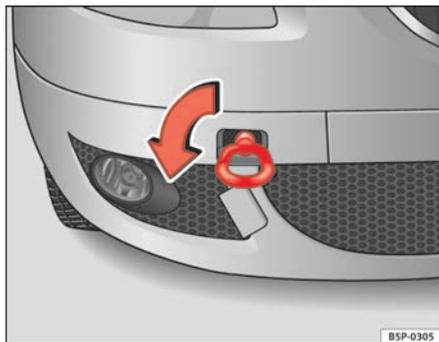
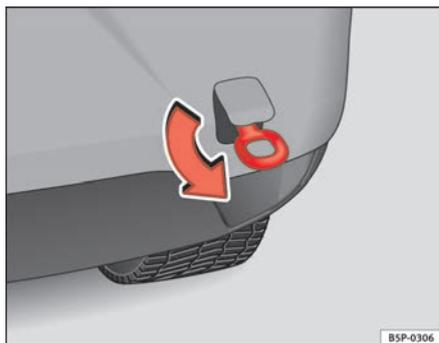

Fig. 204 Face avant, côté droit :
Fig. 205 Vissage de l'œillet de remorquage arrière
- Vissez l'œillet de remorquage dans le taraudage en le tournant dans le sens de la flèche, vers la *gauche* jusqu'en butée à l'avant ⇒ fig. 204 comme à l'arrière ⇒ fig. 205. ■